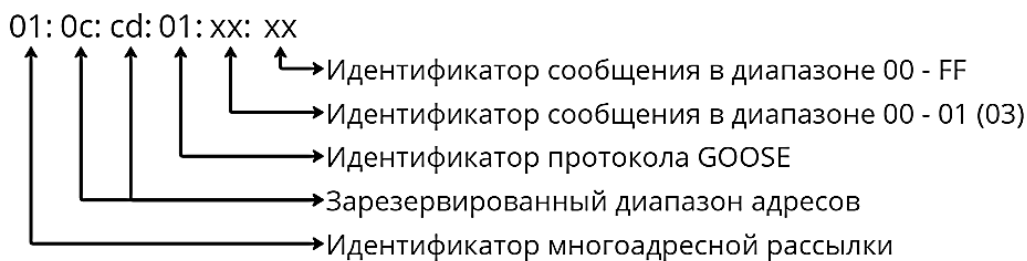

Рис. 94. Структура MAC-адреса
– Destination – MAC-адрес исходящего сообщения (групповой MAC-адрес, рис. 94), на которое подписано устройство (подписчик).